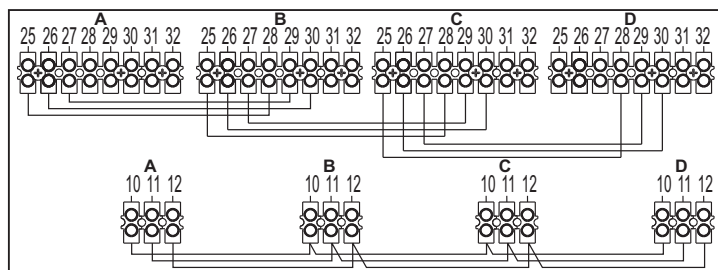

fig. 23 - Conexión en cascada
1. Conectar los módulos como se indica en fig. 23 (ejemplo con 4 módulos)
Si el funcionamiento no es correcto, desconectar la alimentación eléctrica y controlar el cableado en fig. 23.